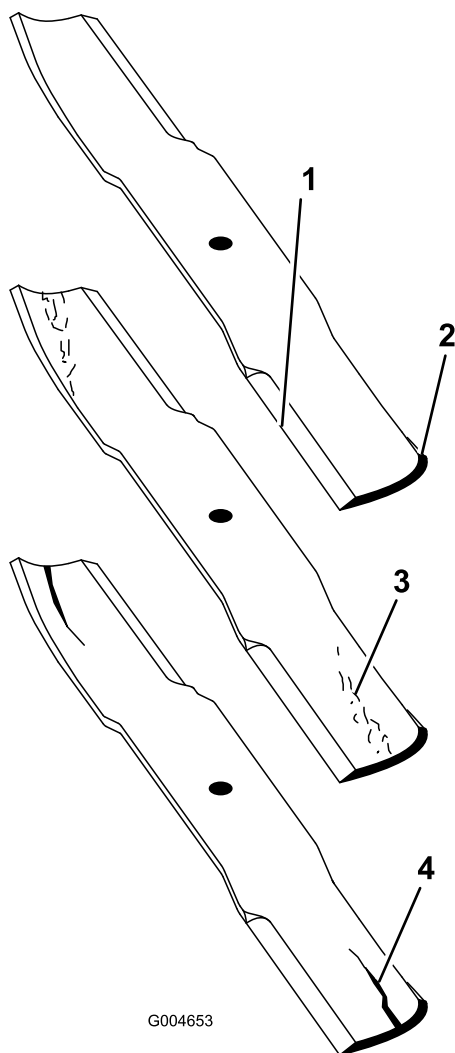

図 19
1. 刃先の部分を点検する 図 19。刃先部分が鋭利でなかったり、打ち傷がある場合には、ブレードを外して研磨する。「ブレードの研磨」を参照。
2. ブレードを点検し、特にセール部をよく観察する 図 19。破損、磨耗、割れの発生などがあれば 図 19、直ちに新しいブレードに交換する。